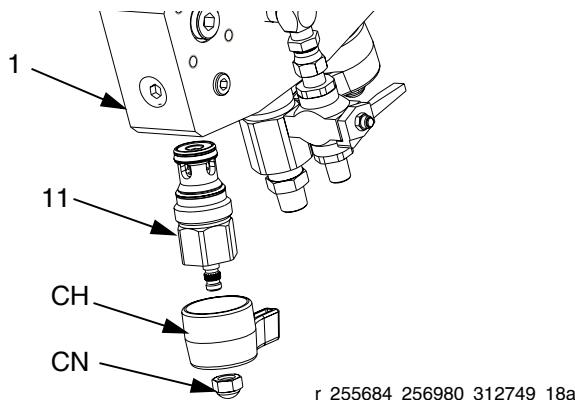

Рис. 6
- Нанесите синий клей для резьбовых соединений на наружную резьбу вставных клапанов (11) и вставьте клапаны в коллектор, выкрутив стержень на один полный оборот против часовой стрелки. Поместите гаечный ключ на поверхности клапана и закрепите его с усилием 170 Н·м (125 футоунитов). См. Рис. 6 на стр. 19.
- Установите ручку (CH) и колпачковую гайку (CN) на клапан так, чтобы ручки в закрытом состоянии были направлены друг на друга.